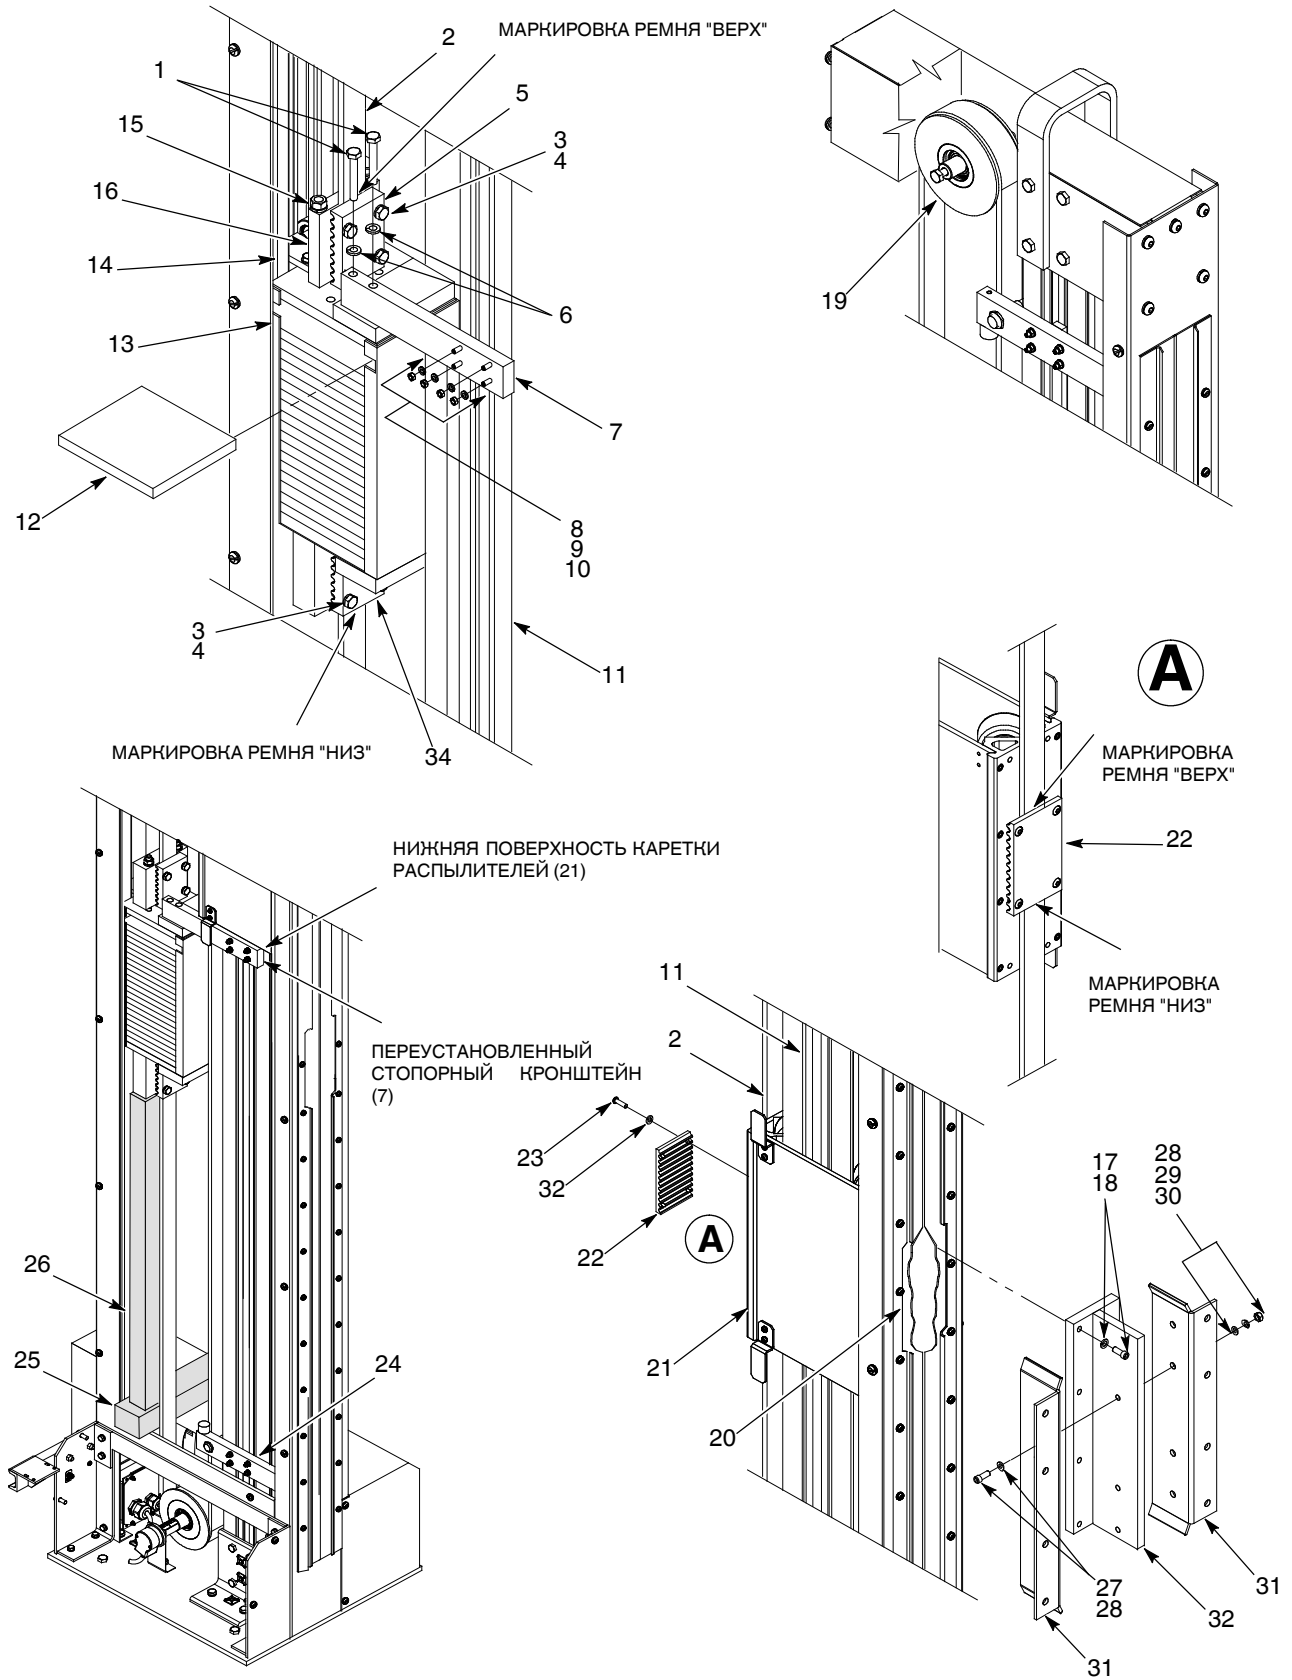

Рис. 14 Установка крепления каретки распылителей
4. Снять распылители и крепление штанг распылителей с крепежной пластины распылителей (18).
5. Записать количество грузов противовеса (8) и извлечь их из корзины противовеса (7).
6. См. рис. 14. После снятия всех распылителей, креплений распылителей и грузов противовеса выполнить следующее:
- a. Отворачивать гайки (9) стопорного кронштейна (7), пока не появится возможность повернуть на 90 градусов болты с Т-образной головкой (8), и вытянуть их наружу из пазов в направляющей каретки (11). Вывернуть винты (1) и снять стопорные шайбы (6) крепления стопорного кронштейна (7) к верхней части корзины противовеса (13). Снять стопорный кронштейн (7).
- b. Ручную сдвинуть каретку распылителей (21) к вырезу (20) в держателе створки.
7. Вывернуть поперечные болты (27), снять стопорные шайбы (29), плоские шайбы (28) и гайки (30) крепления крепежных пластин распылителей (31) на монтажном блоке (32).
8. Вывернуть винты (17) и снять стопорные шайбы (18) крепления монтажного блока (32) к передней части каретки распылителя (21).